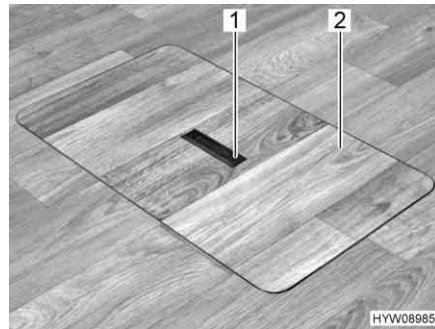
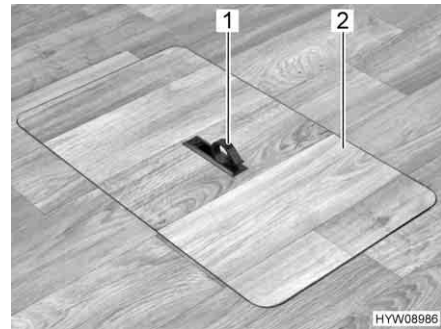

Fig. 46 Copertura vano pavimento (maniglia abbassata)
Fig. 47 Copertura vano pavimento (maniglia estratta)
- Spingere la piastra di presa (Fig. 46,1) verso il basso da un lato. La maniglia (Fig. 47,1) viene ruotata verso l'alto.
- Alzare la copertura (Fig. 47,2).
- Collocare la copertura (Fig. 47,2) nell'intelaiatura presente sul fondo.